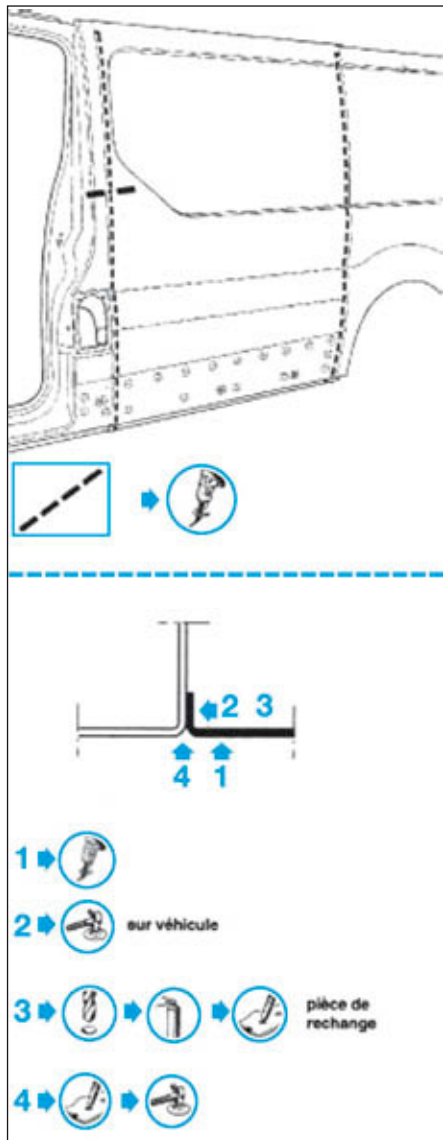
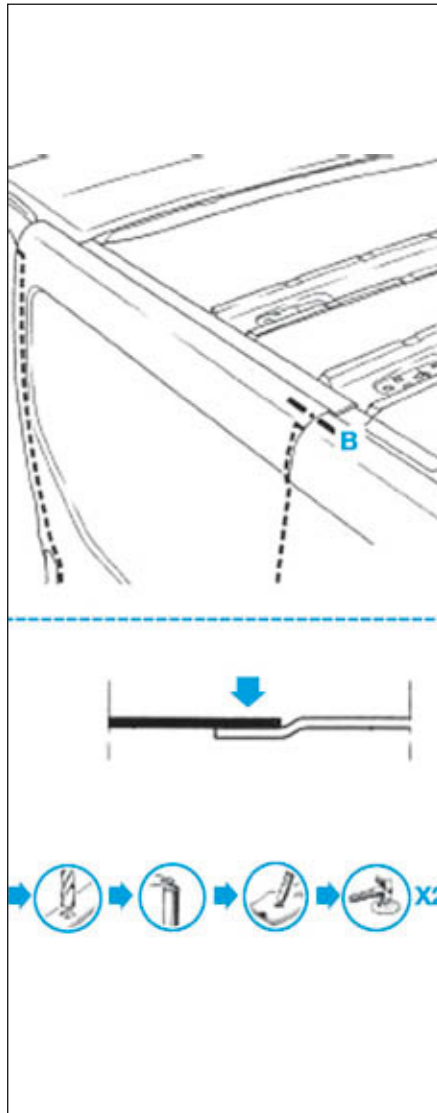

FIG.46
FIG.47
- Tracer puis découper le panneau latéral arrière partie avant (Fig.46) et (Fig.47).
- Souder par points bouchons et cordon MAG (Fig.46) et (Fig.47).